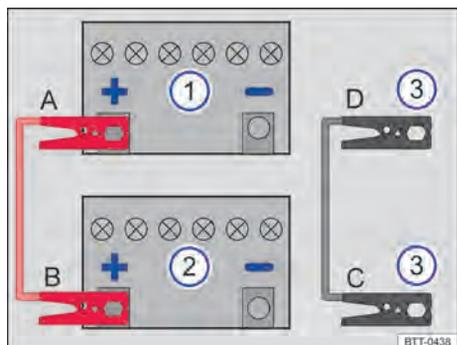

Fig. 258 Esquema para a conexão dos cabos auxiliares de partida no veículo que presta auxílio à partida.
Legenda para Fig. 258:
Conectar o cabo auxiliar de partida somente na sequência **A – B – C – D** \Rightarrow Fig. 258.
- Conectar uma extremidade do cabo auxiliar de partida *vermelho* ao polo positivo (+) do veículo com a bateria do veículo 12 V descarregada \Rightarrow Fig. 258 ① \Rightarrow .
- Conectar a outra extremidade do cabo auxiliar de partida *vermelho* ao polo positivo (+) da bateria do veículo 12 V fornecedora de corrente \Rightarrow Fig. 258 ②.
- Conectar uma extremidade do cabo auxiliar de partida *preto* \Rightarrow Fig. 258 ③, de preferência, num ponto de auxílio à partida (ponto de aterramento), ou então, na argola de reboque dianteira roscada, conectar uma peça metálica maciça firmemente aparafusada com o bloco do motor ou no próprio bloco do motor.
- Conectar a outra extremidade do cabo auxiliar de partida *preto* \Rightarrow Fig. 258 ③ no veículo com a bateria 12 V descarregada preferivelmente à um ponto de auxílio à partida (ponto de aterramento), ou à argola de reboque \Rightarrow Página 442 dianteira aparafusada, à uma peça maciça de metal aparafusada firmemente com o bloco do motor ou ao próprio bloco do motor \Rightarrow .
- Desconectar o cabo auxiliar de partida com o motor em funcionamento somente na sequência **D – C – B – A** \Rightarrow Fig. 258.